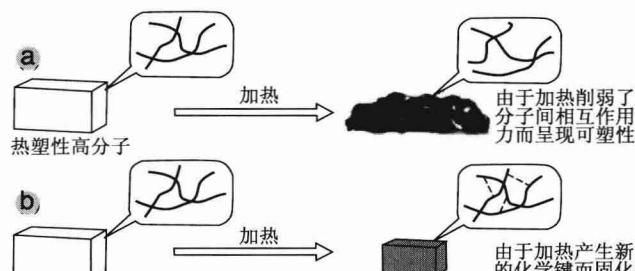
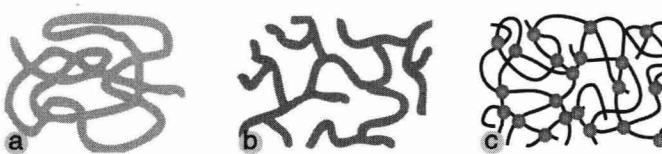
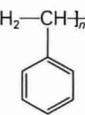

图 1-4 热塑性高分子 (a) 与热固性高分子 (b) 的不同热性质示意图
图1-5 线型高分子(a)、支化高分子(b)和网状高分子(c)的结构示意图
图1-6 用队列来表示的
(1) 按高分子主链结构分
- ① 碳链高分子，主链完全由碳原子组成，如聚乙烯、聚丙烯、聚四氟乙烯等。
- ② 杂链高分子，主链除碳原子外，还含氧、氮、硫等杂原子，如尼龙 66、聚甲酷等。
(2) 按用途分
- ① 塑料 以聚合物为基础，加入（或不加）各种助剂和填料，经加工形成的塑性材料或刚性材料。
- ② 橡胶（弹性体） 具有可逆形变的高弹性材料。
- ③ 纤维 纤细而柔软的丝状物，长度至少为直径的100倍。
- ④ 涂料 涂布于物体表面能形成坚韧的薄膜、起装饰和保护作用的高分子材料。
- ⑤ 黏合剂（胶黏剂） 能通过黏合的方法将两种以上的物体连接在一起的高分子材料。
- ⑥ 功能高分子 具有特殊功能与用途，但用量不大的精细高分子材料。
(3) 按高分子受热后的形态变化(图1-4)分
① 热塑性高分子 在受热后会从固体状态逐步转变为流动状态的高分子。这种转变理论上可重复无穷多次，或者说，热塑性高分子是可以再生的。聚乙烯、聚丙烯、聚氯乙烯、聚苯乙烯、尼龙和涤纶树脂等均为热塑性高分子（热塑性树脂）。
② 热固性高分子 在受热后先转变为流动状态，进一步加热则转变为固体状态。这种转变是不可逆的。换言之，热固性高分子是不可再生的。通过加入固化剂使流体状转变为固体状的高分子，也称为热固性高分子（热固性树脂）。典型的热固性高分子如酚醛树脂、环氧树脂、氨基树脂、不饱
热塑性高分子的分子形状是称线型的〔图1-5(a)〕，而热固性高分子的分子形状是交联(或称网状、或体型)的〔图1-5(c)和图1-6〕，另有一种高分子的形状为支化的〔图1-5(b)〕。线型分子链加热会软化或流动；交联的分子链就像被五花大绑似的，加热不会软化或流动(图1-4)。支化的性质介于线型高分子和网状高分子之间，支化程度较低时接近于前者，较高时接近于后者。注意：线型高分子不能称为“线性高分子”。